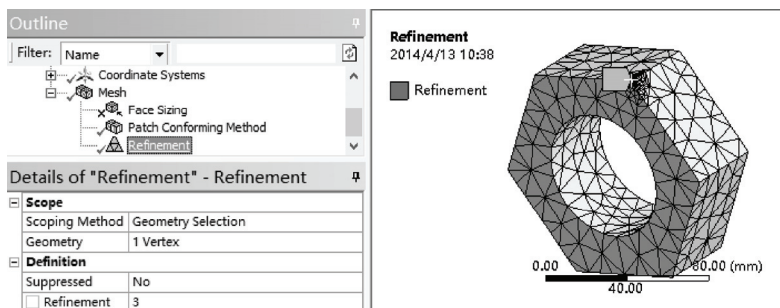

图 4-45 顶点细化生成网格模型
3) 单击 Generate, 生成网格模型如图 4-45 所示。